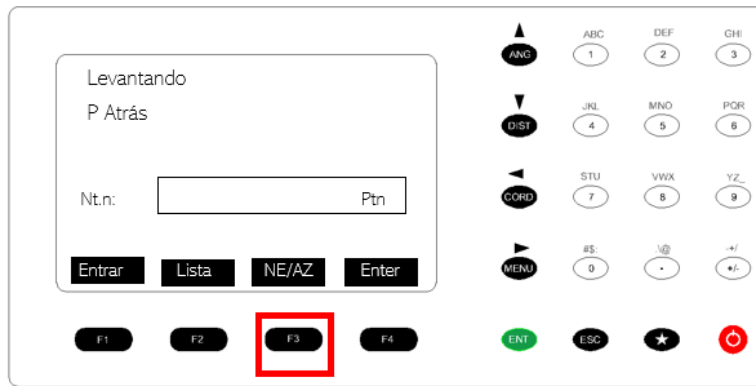
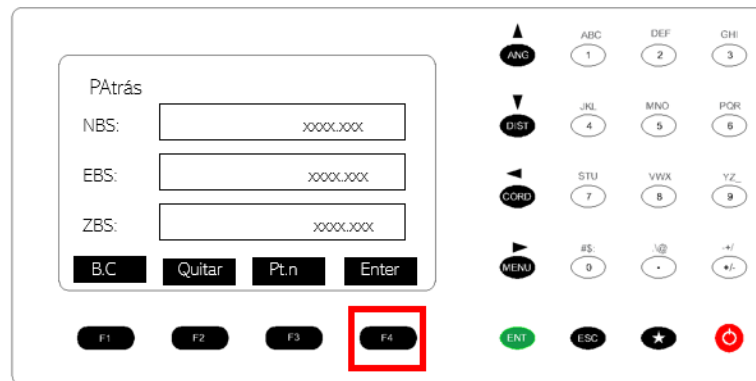

Figura 122. Orientación de la estación total con respecto a un punto conocido.
Figura 123. Orientación de la estación total con respecto a un punto conocido.
28. Presionar el botón F3. NE/AZ (figura 122) e introducir las coordenadas del punto al que se está apuntando. Presionar F3. Enter (figura 123).